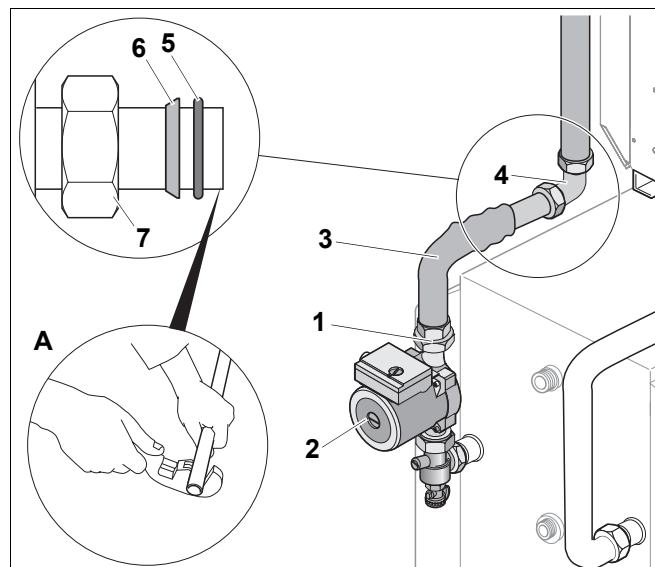

Рис. 10 Присоединение трубы подающей линии к баку-водонагревателю
- Отрезать отвод трубы подающей линии (рис. 10, **поз. 3**) согласно таб. 4.
- Слегка прикрутить отвод трубы подающей линии (рис. 10, **поз. 3**) вместе с вложенным уплотнением (рис. 10, **поз. 1**) к всасывающему штуцеру загрузочного насоса.
- Надеть накидную гайку (рис. 10, **поз. 7**), зажимное кольцо (рис. 10, **поз. 6**) и кольцо (Ø 26 x 3; рис. 10, **поз. 5**) на горизонтальную трубу.
- Надеть зажимное кольцо (рис. 10, **поз. 6**) скошенной стороной к накидной гайке (рис. 10, **поз. 7**) (см. выноски на рис. 10).
- Надеть отвод подающей линии на угловое резьбовое соединение с зажимным кольцом (рис. 10, **поз. 4**).